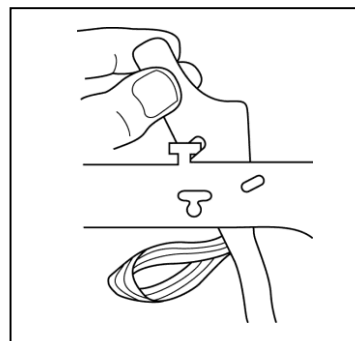
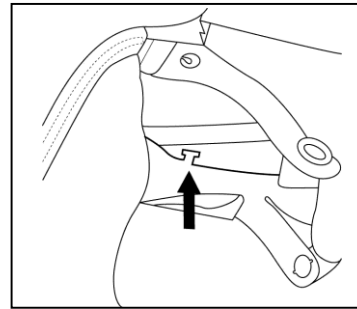

图: 13b
图: 13d
- 找到头架上的 “T” 型挂钩 (图 13d)。将面部密封衬的塑料卡件安装到头架上的挂钩上。安装时, 将卡件插入头架和头罩外壳之间。将面部密封衬卡件的槽口装配在头架头带上的 “T” 型挂钩上 (图13b)。